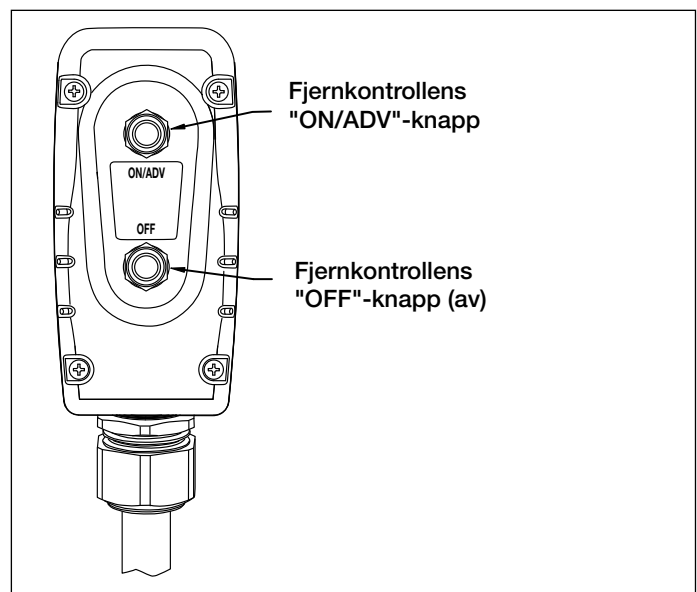

Figur 7, Pumpens kontrollpanel
5.1 Pumpens på/av-bryter (se Figur 7)
4. Koble enheten til strøm. Flytt pumpens på/av-bryter til ON (på). Se Figur 7.